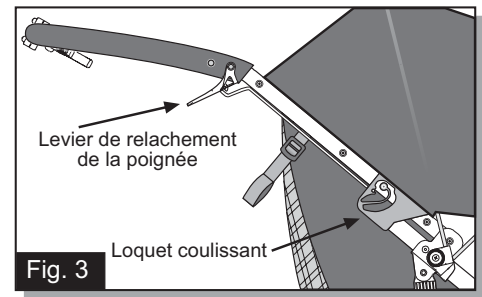

Fig. 3
- 3 POIGNEE:** Exercer une rotation de la poignée vers le haut jusqu'à ouverture complète. Les loquets coulissants s'enclencheront d'eux-mêmes (fig.3).